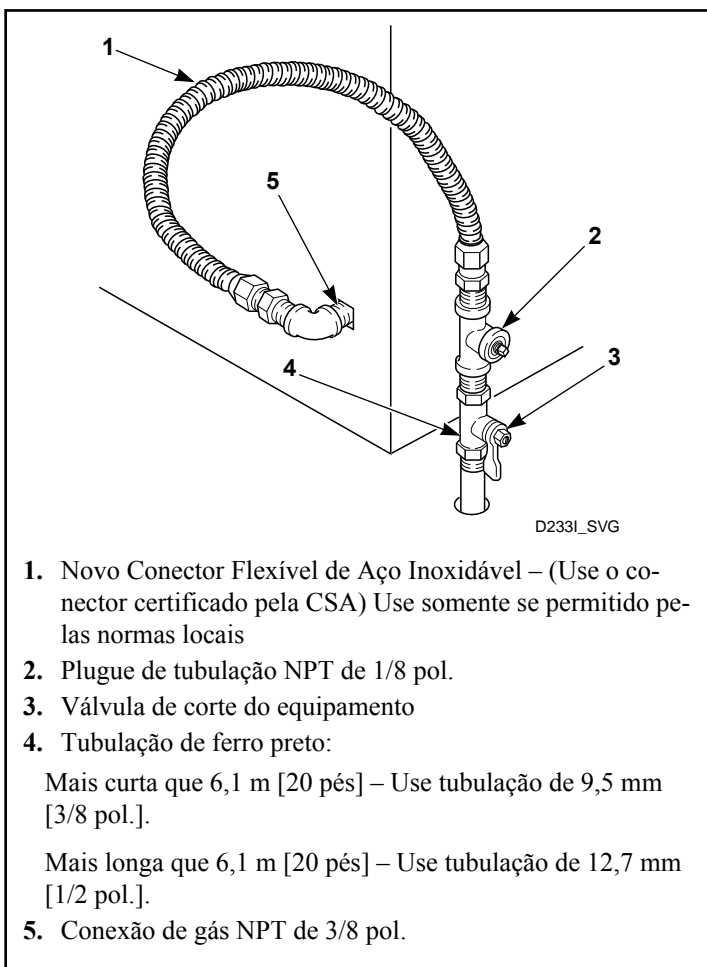

Figura 5
**NOTA: Ao conectar a uma linha de gás, uma válvula de corte do equipamento deve ser instalada dentro de 6 pés [1,8 m] da secadora. Um plugue de tubulação de 1/8 pol. NPT deve ser instalado como mostrado para verificação da pressão de entrada. Consulte *Figura 5*.**